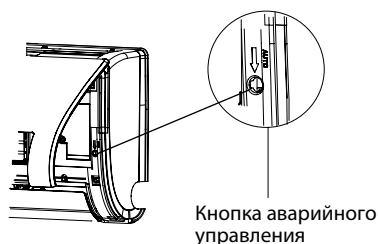

Рис. 5.6
5.6 Кнопка аварийного управления рис. 5.6).
5.6.1 В случае утери или выхода из строя пульта управления кондиционера возможно управление при помощи кнопки аварийного управления (рис. 5.6).